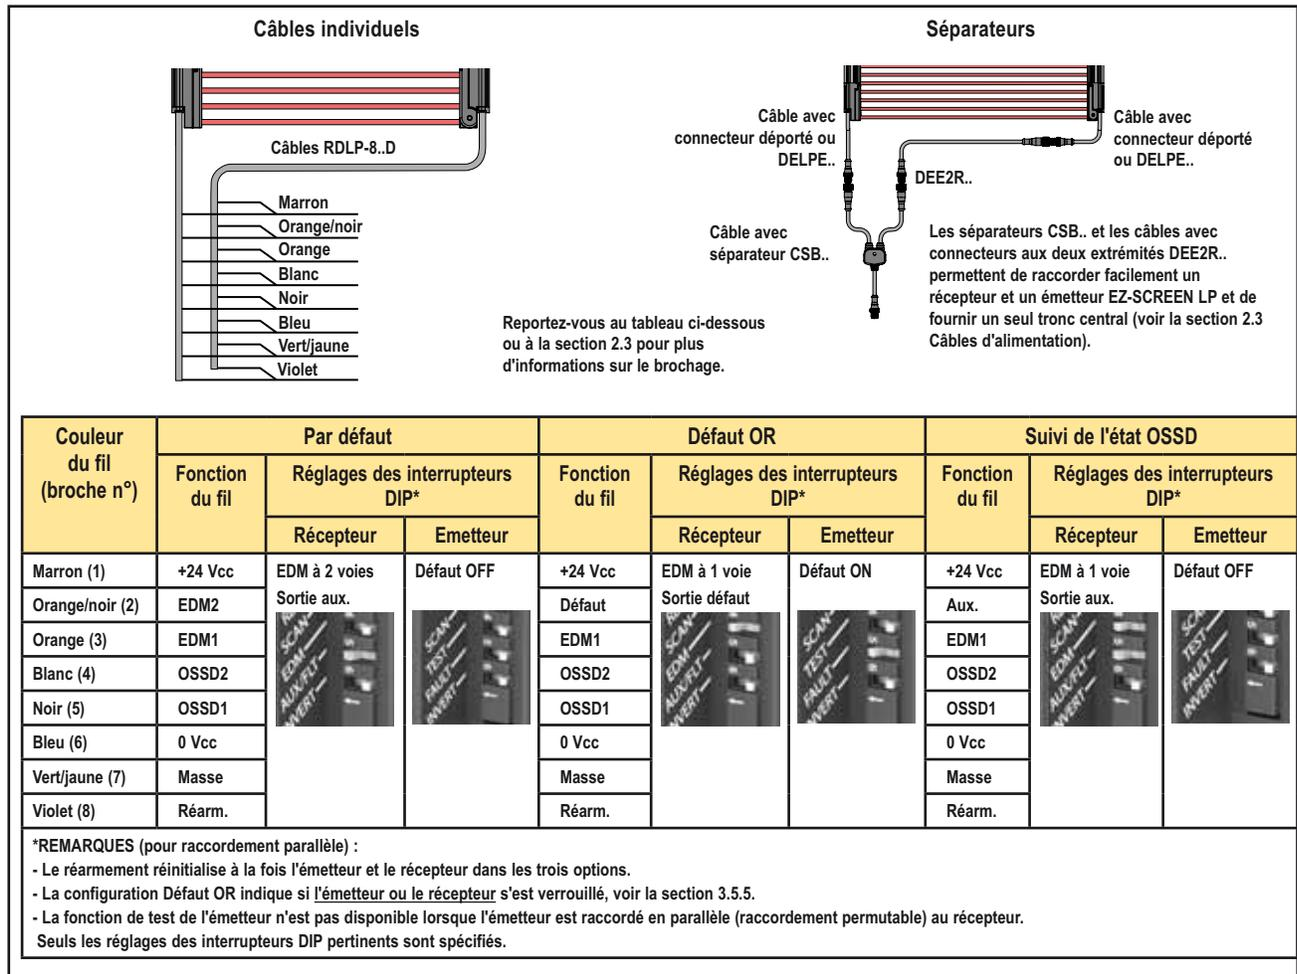

Figure 3-22. Raccordement émetteur/récepteur en parallèle pour permuter facilement les détecteurs
La figure 3-22 illustre une option de raccordement qui permet de permuter les détecteurs et de raccorder n'importe quel détecteur à l'un des deux connecteurs QD. Vous pouvez ainsi permuter facilement les positions de l'émetteur et du récepteur, comme dans les barrières immatérielles de sécurité Banner MACHINE-GUARD™, MINI-SCREEN® et MICRO-SCREEN®, une fonction très utile pour l'installation, le câblage et le dépannage.
Défaut (émetteur) : Cette fonction propre à l'émetteur permet de déterminer si le signal Défaut de l'émetteur est actif (+24V) en cas de verrouillage de l'émetteur. Cette fonction peut être activée (ON) ou désactivée (OFF). En cas d'utilisation d'un raccordement fil à fil (permutable) et si le récepteur est configuré pour la surveillance EDM à 2 voies ou le suivi de l'état OSSD, réglez cet interrupteur en position OFF ; si le système est configuré pour la fonction Défaut, réglez cet interrupteur sur ON (voir la figure 3-22).